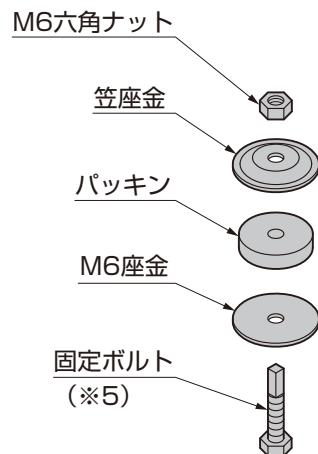

図16-10
- ⑥横樋梁用と折板屋根材の中間部の下から、中間用折板固定部品の固定ボルト(※5)を差込んでください。(図16-8、図16-10参照)